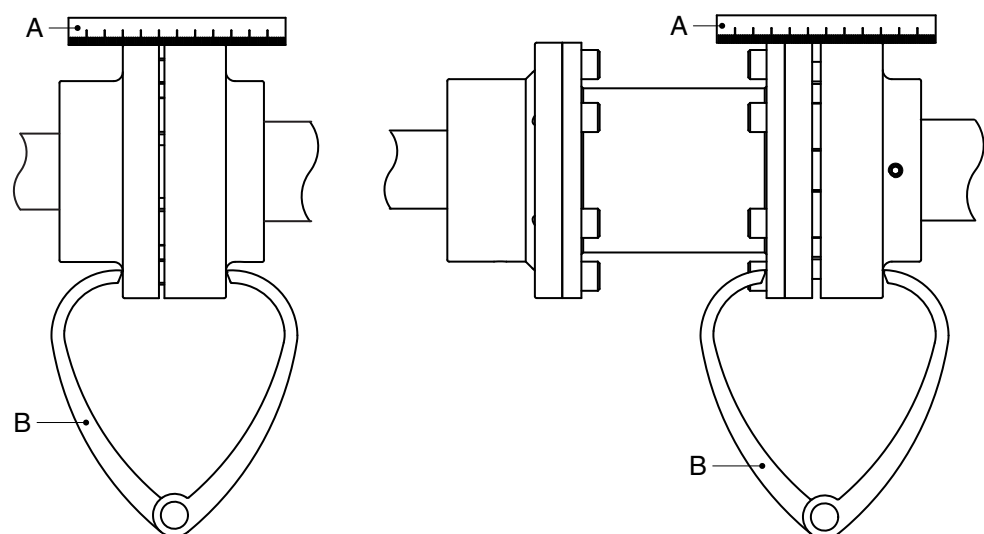

Figure3: Alignement de l'accouplement à l'aide d'une règle et d'une paire de compas d'épaisseur externes.
- 1 Placez une règle (A) sur l'accouplement. Placez ou déplacez autant de cales de cuivre que nécessaire pour que le moteur électrique se trouve à la hauteur appropriée afin que le bord droit soit en contact avec les deux demi-accouplements sur toute la longueur, voir la figure 3.
- 3 Vérifiez encore l'alignement à l'aide d'une paire de compas d'épaisseur externes (B) en deux points diamétralement opposés sur les côtés des demi-accouplements, voir la figure 3.